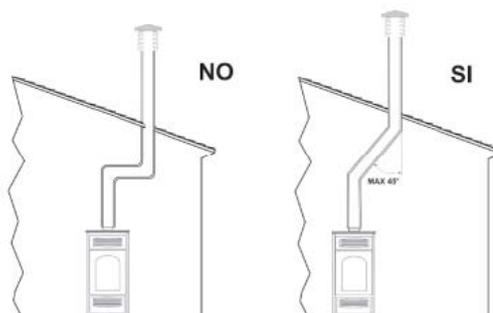

Fig.2
-Der Innenquerschnitt muss gleichmäßig, vorzugsweise rund sein: quadratische oder rechteckige Querschnitte müssen abgerundete Ecken mit einem Radius von nicht weniger als 20 mm aufweisen; das Verhältnis zwischen den Seiten darf höchstens 1,5 betragen; die Wände müssen möglichst glatt und ohne Verengungen, die Kurven regelmäßig und durchgängig sein; Abweichungen von der Achse dürfen höchstens 45° betragen (Abb. 2).